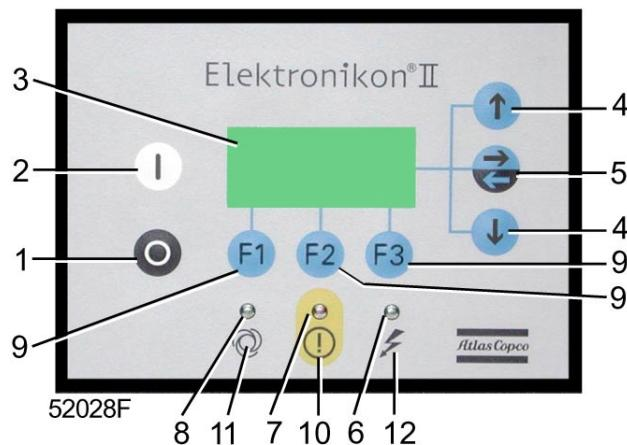

Fig. 1.8 Panel de control
Si la temperatura de salida del elemento compresor excede el nivel de parada de alarma programado, se parará el compresor. Esto se indica en el display (3-Fig. 1.8). El compresor se parará también en caso de sobrecarga del motor de accionamiento (13-Fig. 1.4) o del motor del ventilador (4-Fig. 1.4). **3)**
Una serie de acciones de servicio se agrupan en planes (Planes de Servicio A, B, C y D). Cada Plan de Servicio tiene un intervalo de tiempo programado. Si se excede algún intervalo, aparecerá un mensaje en el display (3-Fig. 1.8) con objeto de avisar al usuario de que lleve a cabo las acciones de servicio pertenecientes a dicho plan. Véase la sección 4.2.
1.3.4 Panel de control (Fig. 1.8)